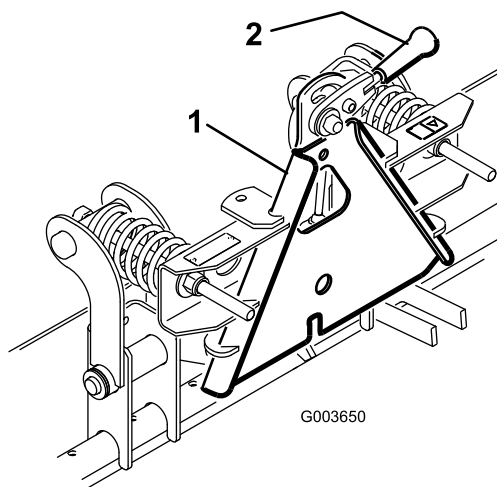

Figure 3
**Remarque:** Vérifiez que le levier de verrouillage est pivoté à gauche (position déverrouillée), vu de l'arrière de la machine (Figure 3).